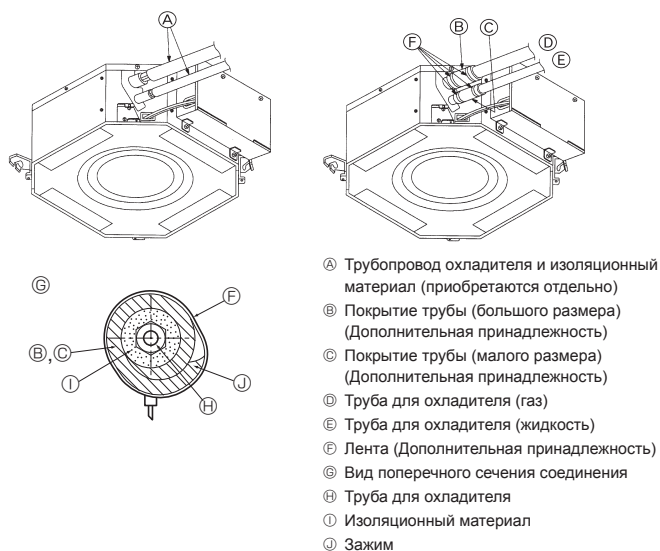

Fig. 5-8
5.4. Соединение труб (Fig. 5-8)